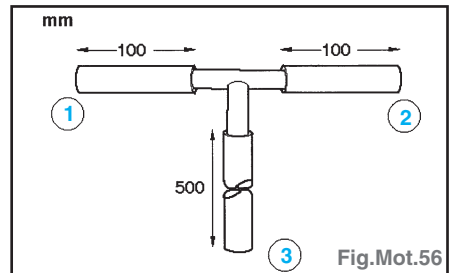

Fig.Mot.56
- Avec un tube en plastique transparent approprié et des connecteurs, construire un tube de purge comme illustré (Fig. Mot.56) :